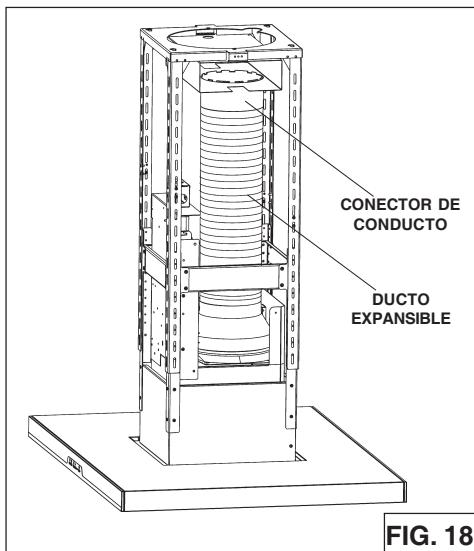

FIG. 18
5. Fije un conducto expansible de 6 pulg. (15.2 cm) al pleno y aplique cinta para conductos de aluminio a las uniones (Fig.18).